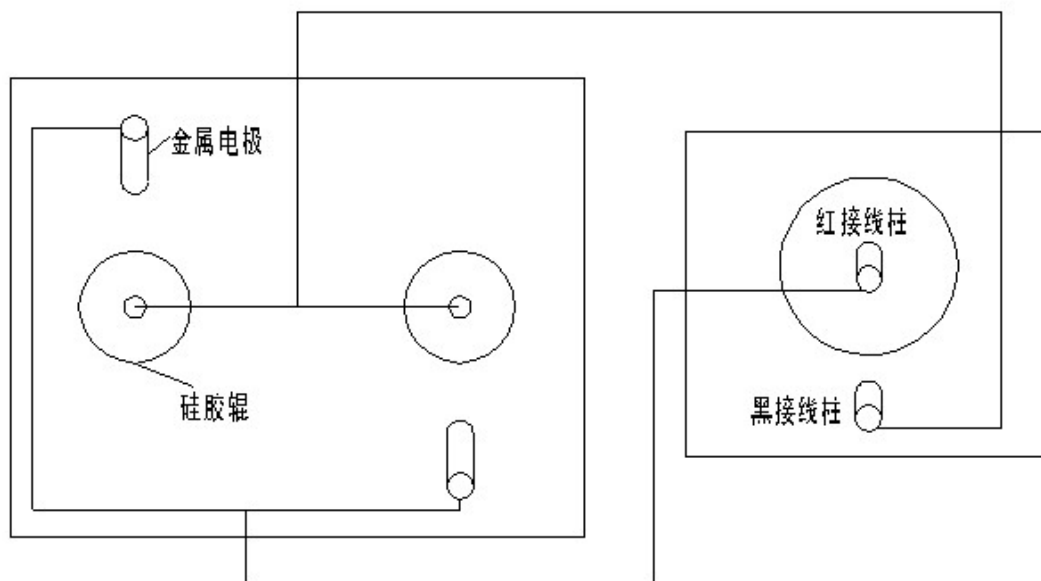

图 1
8. 一般电晕架的侧板由于是有机玻璃，所以刀排和硅胶辊都可以作为绝缘电板。双面处理电晕架硅胶辊作为绝缘电极接主机的高压（**红接线柱**），两根刀排作为非绝缘电极接主机的地（**黑接线柱**）。如下图 1: